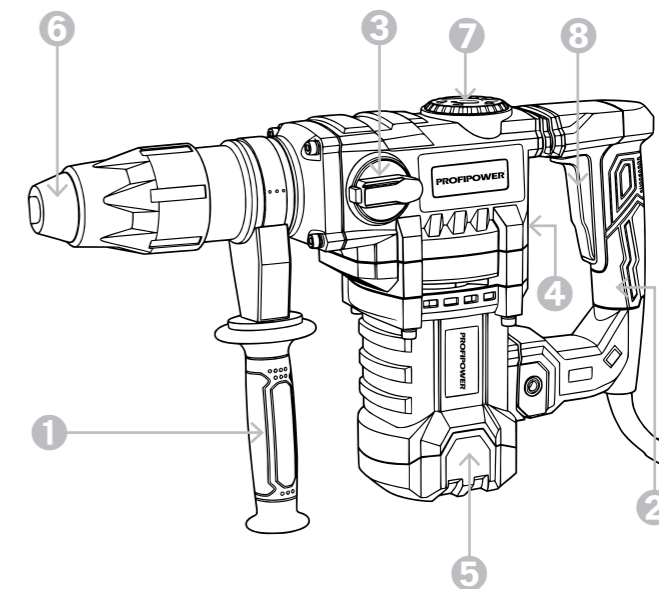

Рисунок 1.4.1. Устройство инструмента
ВНИМАНИЕ! Пользуйтесь электроинструментом только с дополнительной рукояткой «1» (рисунок 1.4.1.). Дополнительную рукоятку «1» можно повернуть в любое положение для удобства контроля инструмента и безопасной работы.
① Для включения электроинструмента нажмите выключатель «8» (рисунок 1.4.1) и держите его нажатым.
② Для выключения электроинструмента отпустите выключатель «8» Выключайте инструмент всегда по окончании работы и вынимайте вилку из розетки.
ВНИМАНИЕ! Изменяйте режим работы только при выключенном электроинструменте! В противном случае электроинструмент может быть поврежден. Перфоратор имеет три режима: сверление без удара, сверление с ударом, выбор поворота оснастки и удар без сверления. Переключателями режимов «3», «4» (рисунок 1.4.1) выберите режим работы электроинструмента в соответствии с Таблицей 4.